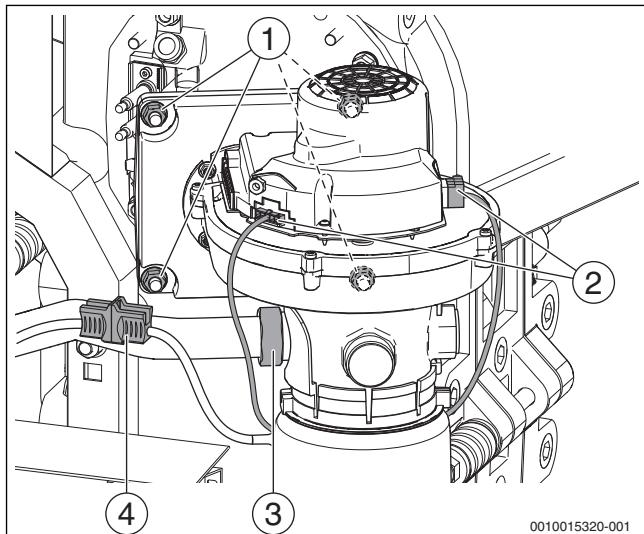
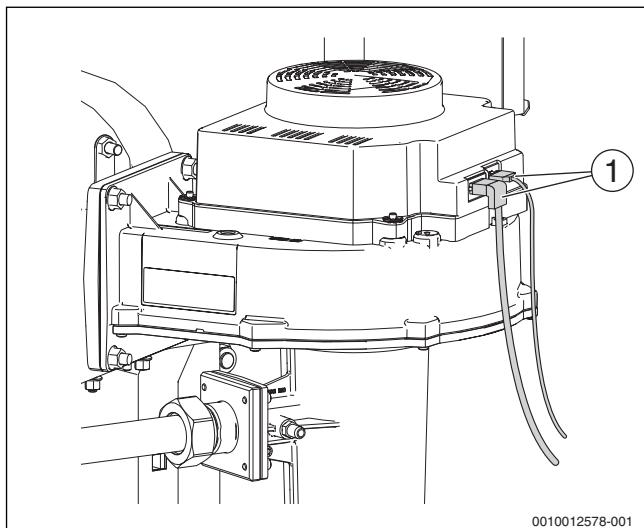

Рис. 58 Электрические подключения, демонтаж вентилятора (котлы 75-100 кВт)
Рис. 59 Электрические подключения вентилятора (котлы 150-300 кВт)
- ▶ Отсоедините электрические подключения на вентиляторе (→ рис. 58 и рис. 59).
- ▶ Разъедините штекерное соединение (→ рис. 58)
- ▶ Отверните накидную гайку на трубе Вентури (→ рис. 58, [3]).